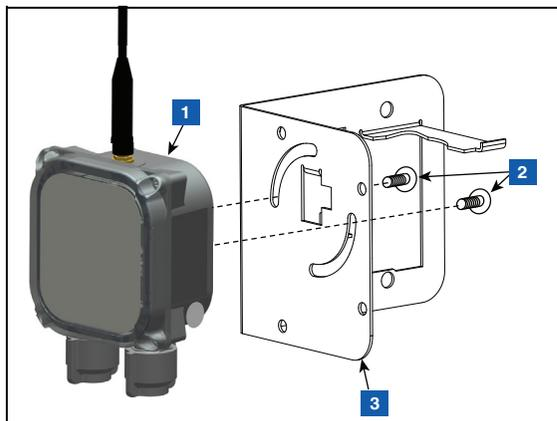

Figure 34. Fixation du transmetteur au support
3. Utilisez les deux vis Taptite #10-32 x 12,7 mm (1/2") du kit d'installation pour fixer le transmetteur au support avec les deux encoches circulaires (voir la Figure 34). Ne serrez pas les vis pour le moment.
LÉGENDE DE LA FIGURE 34